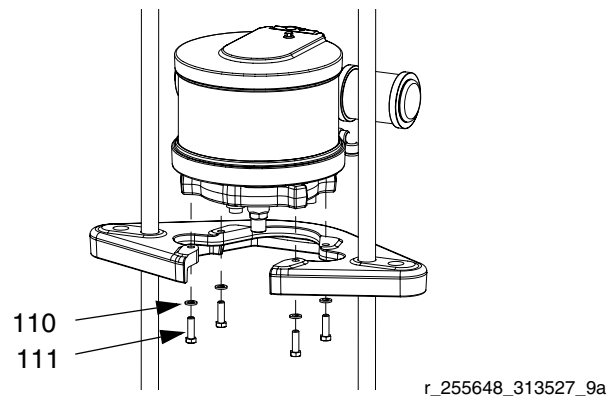

FIG.24 : Pour les moteurs pneumatiques NXT 200-1800 équipés d'un plateau de 55 gallons
Retirez les vis (111) et les rondelles (110) qui fixent le moteur sur la plaque d'assemblage. Voir FIG.24.
Connectez le moteur à la plaque de montage avec des vis (111) et des rondelles (110). Voir FIG.24 page 26.
- b. Branchez le flexible d'air sur le moteur. Si vous utilisez une boîte de contrôle à distance DataTrack, branchez les raccordements électriques sur le moteur pneumatique. Voir FIG.24 page 26.
3. Branchez le flexible d'air sur le moteur. Si vous utilisez une boîte de contrôle à distance DataTrack, branchez les raccordements électriques sur le moteur pneumatique. Voir FIG.24 page 26.